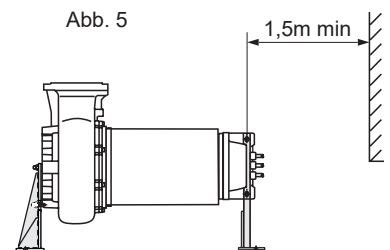

Abb. 5
2. Elektropumpe mit liegender Rotorachse auf Stützen und nach oben zeigendem Druckstutzen (Abb. 5). Die Pumpe vertikal aufstellen. Den Handgriff ausbauen und in der anderen Position wieder einbauen. Die Pumpe heben und den Bügel auf der hydraulischen Seite mit den 3 zum Lieferumfang gehörigen Schrauben montieren. Die Pumpe senken, bis sie den Boden berührt. Den Handgriff abnehmen. Den Bügel mit den gleichen Schraubbolzen, die zum Befestigen des Handgriffs verwendet wurden, auf der Motorseite montieren. Den zum Lieferumfang gehörigen Schraubbolzen in einem der 2 freien Löcher des Bügels auf der Motorseite einschrauben: Ihn erst in einem Loch befestigen und versuchen, die Maschine zu heben, um festzustellen, welches der beiden Löcher man besser benutzt, um die Pumpe abzustellen. Bei Bedarf das andere Loch benutzen. Die Pumpe mit dem Flaschenzug in die Schwerpunktposition bringen. Um die Elektropumpe zu bewegen, wenn sie sich in der horizontalen Position befindet, ein freies Loch des motorseitigen Bügels und die Kranöse benutzen, die auf dem Druckstutzen vorhanden ist. Bei den Vorgängen, bei denen man mit dem Flaschenzug arbeitet, einen Mindestabstand von 1,5 m von der Maschine einhalten.